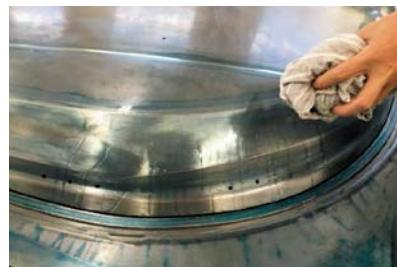

图 6
(1) 清理模具卫生，使用煤油去除推光面上的油污，再用抹布擦拭干净，如图6所示；同时检查加工型面是否有砂眼、扎刀、磕碰创伤及其它缺陷。